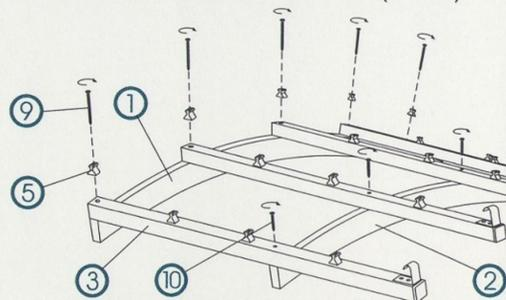

Рис. 4
а) При помощи винтов (10) прикручиваем рейки (3) к дуге (2) (Рис.4).
б) При помощи винтов (9) вместе с верхней защёлкой (5) прикручиваем рейки (3) к околостенной дуге (1) (Рис. 4).